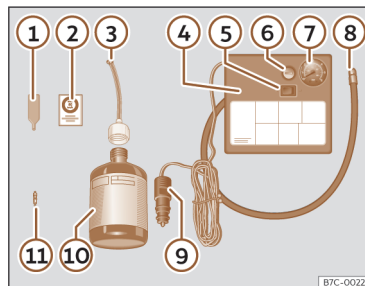

Fig. 238 Representação standard: conteúdo do kit antifuros.
O kit antifuros está localizado na bagageira, por baixo do revestimento do piso. Inclui os seguintes componentes >>> **Fig. 238:**
- Desenrosque a proteção e o obus da válvula do pneu. Utilize o aparelho >>> **Fig. 238 ①** para retirar o obus. Coloque-o numa superfície limpa.
- Agite com força a garrafa de vedante de pneus >>> **Fig. 238 ⑩**.
- Enrosque o tubo de enchimento >>> **Fig. 238 ③** na garrafa de vedante. O selo da garrafa partir-se-á automaticamente.
- Remova o tampão do tubo de enchimento >>> **Fig. 238 ③** e enrosque a extremidade aberta do tubo na válvula do pneu.
- Volte a colocar o obus com o aparelho >>> **Fig. 238 ①** na válvula do pneu.
- Enrosque o tubo de enchimento do pneu do compressor >>> **Fig. 238 ⑧** na válvula do pneu.
- Verifique se o parafuso de evacuação de ar está fechado >>> **Fig. 238 ⑥**.
- Ligue o conector >>> **Fig. 238 ⑨** a uma tomada de corrente de 12 volts do veículo >>> **Página 247**.
- Ligue o compressor de ar com o interruptor ON/OFF >>> **Fig. 238 ⑤**.
- Cole o autocolante >>> **Fig. 238 ②** no painel de instrumentos, dentro do campo visual do condutor.
>>> Fig. 238  e verifique a pressão no manómetro .